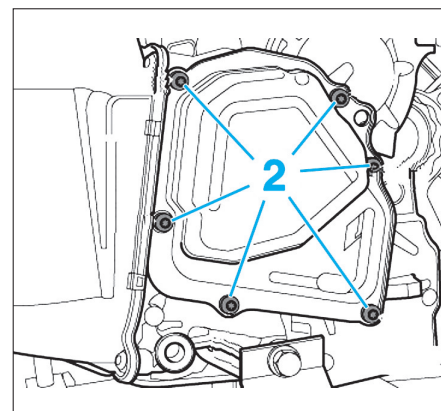

Fig. 16
- les vis (2) du couvercle de pompe à huile puis le déposer (Fig.16).
- les vis (2) du couvercle de pompe à huile puis le déposer (Fig.16),